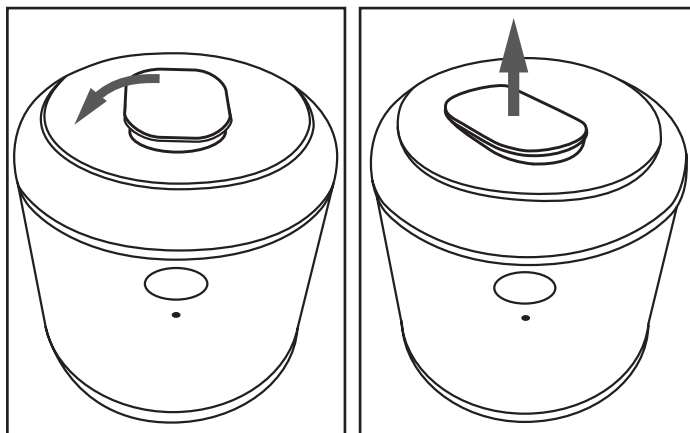

Abb. 2
- 4) Öffnen Sie den Einfüllöffnungsverschluss **10**, indem Sie diesen ein wenig gegen den Uhrzeigersinn drehen und abnehmen (siehe Abb. 2):